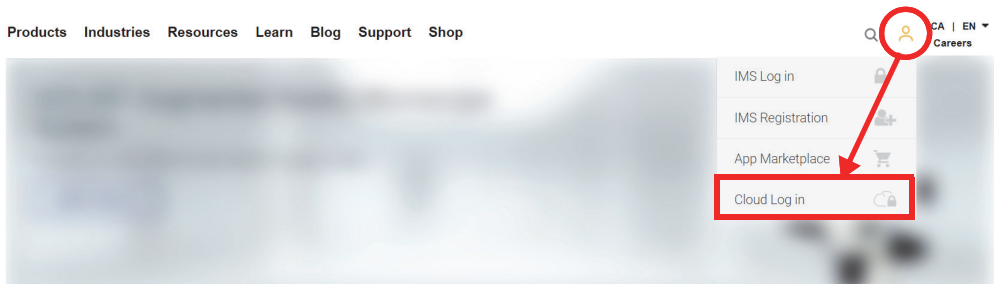

Abbildung 9-5 Cloud Log in (Cloud-Anmeldung)
- Wenn Sie ein neues Konto in der OSC erstellen müssen, rufen Sie die Website www.olympus-ims.com auf und klicken Sie auf **Cloud Log in**, um Ihr Konto zu erstellen (siehe Abbildung 9-5 auf Seite 249).